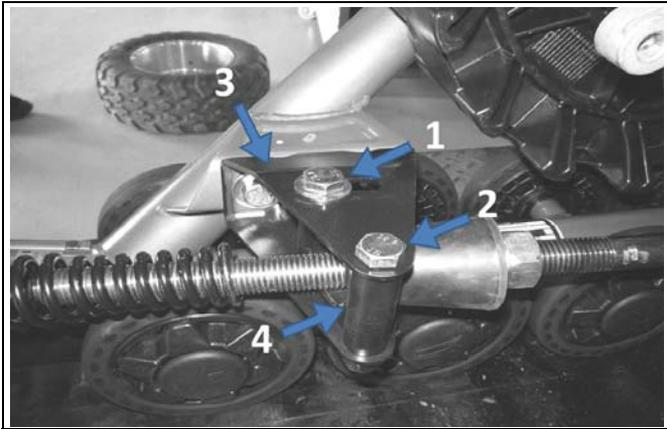

Abbildung 9
- Schrauben (1) und (2) des Verdrehensicherungsbügels (3) lösen, damit die Verdrehensicherungs-Halterung (4) im Angelzapfen gedreht werden kann. (Siehe Abbildung 9).